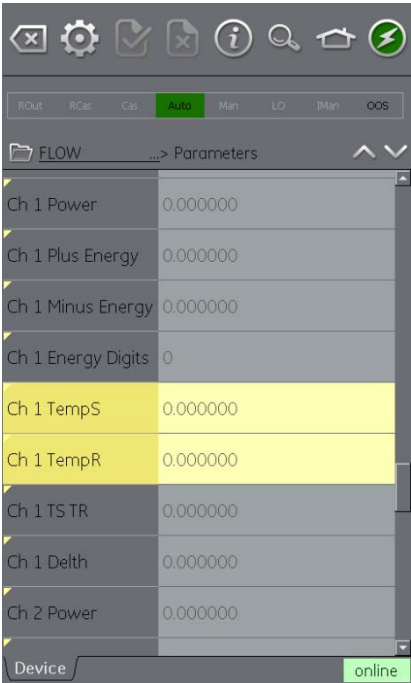

Abbildung 7-17 Funktionssuche
4. Die Funktionssuche zeigt dann die entsprechende Funktionsgruppe in der Geräteansicht mit allen Variablen, nach denen gesucht wurde, in Gelb an (siehe Abbildung 7-17).